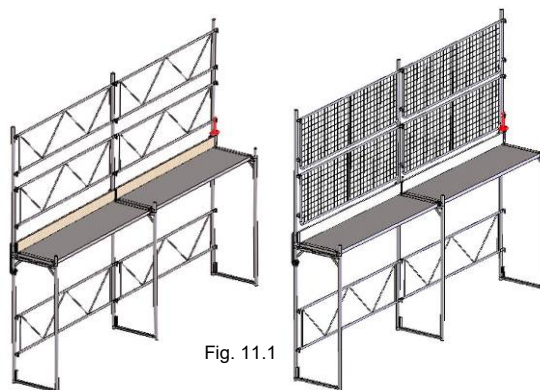

Fig. 11.1
7. Monter la pièce initiale pour système tubulaire (art. n° S775.000) sur le boulon inférieur (en commençant par le côté droit de l'échafaudage) du support pour garde-corps et fixation à l'aide du clip de blocage. (fig. 11.1/11.2)